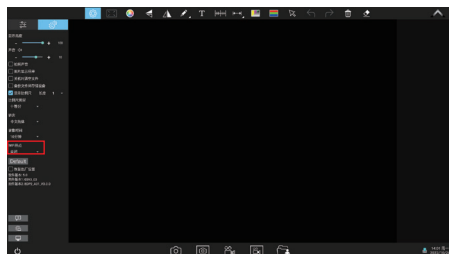

图1
- (1) 点击KoPa WiFi Lab AO界面左上角的 “” 设置图标;
- (2) 点击 “” 图标;
- (3) 点击左下方图标 “”, 打开WLAN (如图1、2) ;